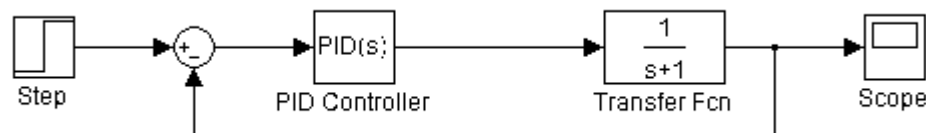

Рис. 1.1
2.1. Запустите пакет Simulink. Соберите схему моделирования, представленную на рис. 1.1.
5.3. Определите критический коэффициент усиления регулятора K_u и период колебаний T_u . Для этого воспользуйтесь схемой моделирования на рис. 1.1. Введите передаточную функцию в блок Transfer Fcn и установите в блоке PID Controller $P = 1, I = D = 0, N = 100$. Запустите процесс моделирования. Увеличивайте коэффициент усиления пропорциональной составляющей P и наблюдайте за реакцией системы в блоке Scope до тех пор, пока не возникнут незатухающие колебания. После этого зафиксируйте значение $K_u = P$ и определите период колебаний T_u .
8.1. Соберите схему моделирования, представленную на рис. 1.1. Введите в блок Transfer Fcn передаточную функцию объекта управления. Установите в блоке PID Controller следующие численные значения параметров регулятора: $P=1$, $I=D=0$. Остальные настройки оставьте по умолчанию.